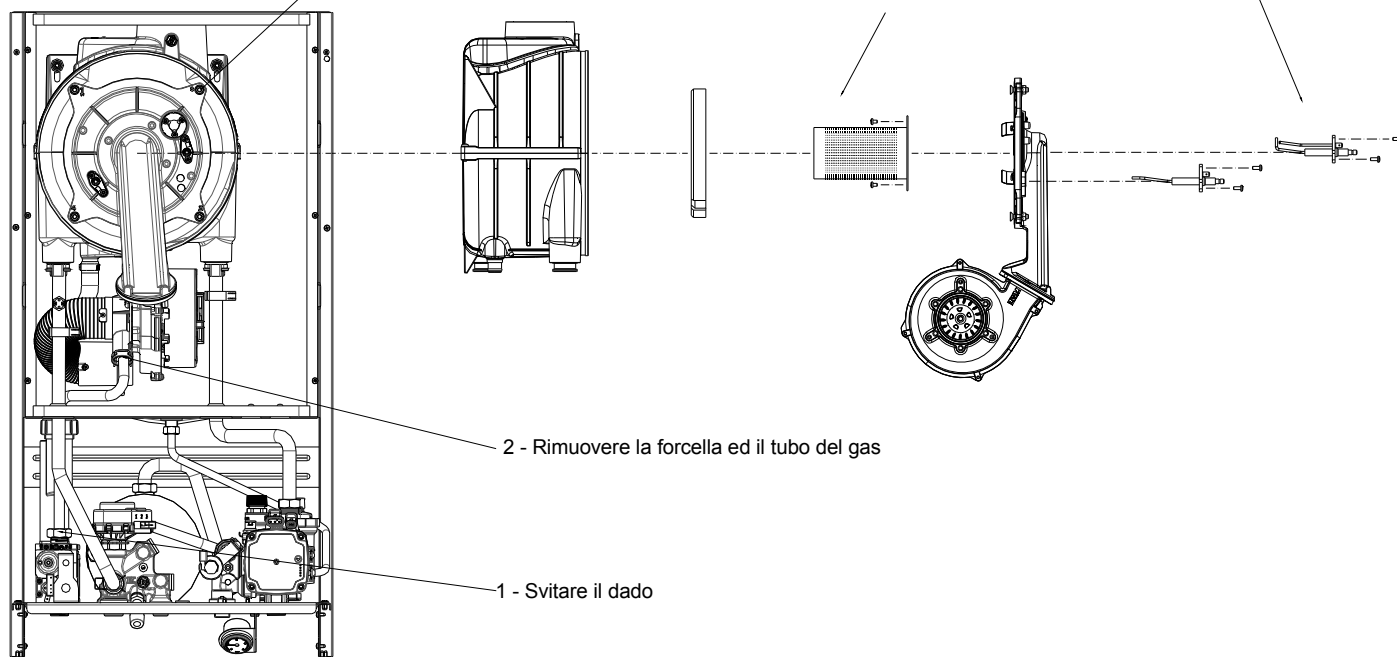

Fig. 33
7.8 SOSTITUZIONE BRUCIATORE (Fig. 33)